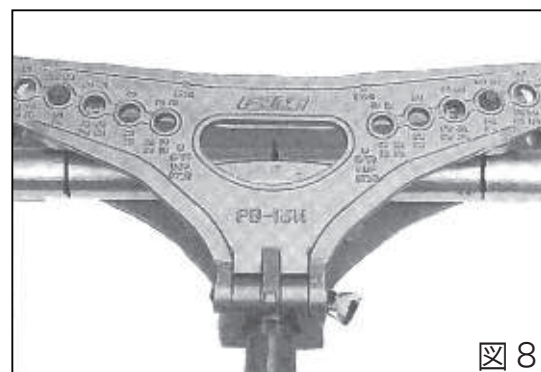

図 8
- ②曲げたい所をベンディングシューの中心に合わせ加圧します。(図8)